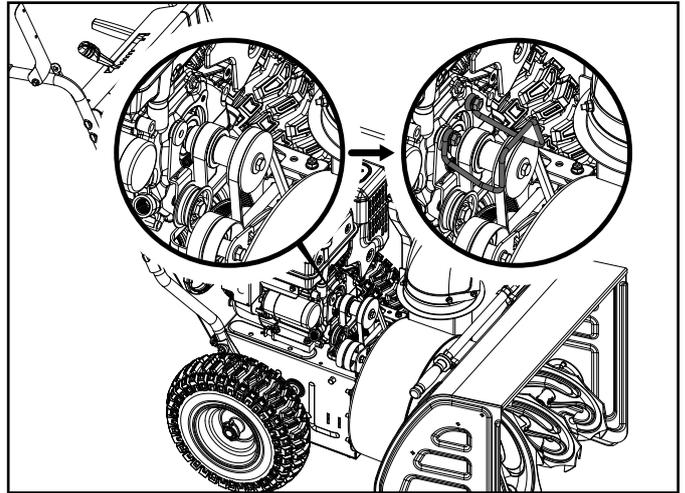

Figure 46
9. Remplacez le protège-courroie et installez les boulons (20 mm / 30 mm) qui avaient été enlevés précédemment. Une fois le protège-courroie réinstallé, assurez-vous que la distance est la même des deux côtés entre la poulie et le protège-courroie. (figure 46)